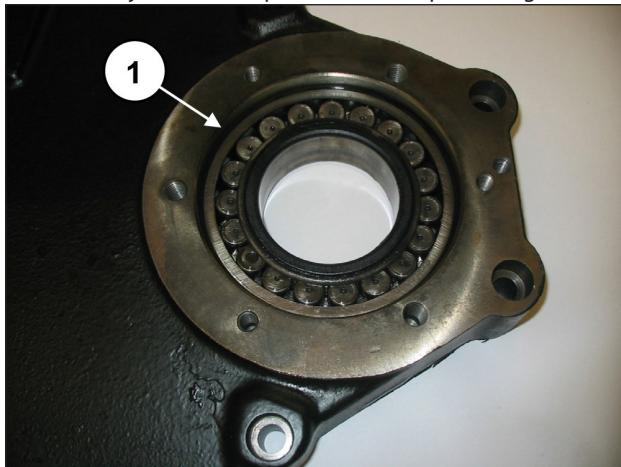

Fig. 66
Montar el cojinete en la tapa del reduktor (pos. ①, Fig. 66).